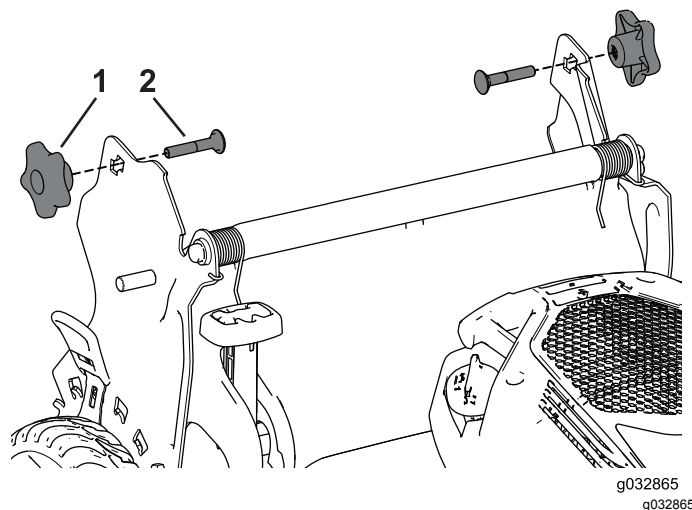

Figura 21
3. Inserte el perno de cuello cuadrado (con la cabeza del perno hacia el interior) a través del soporte del manillar y del orificio superior del extremo del manillar. Asegúrese de que los bordes cuadrados de cada perno de cuello cuadrado entre en el orificio cuadrado superior o inferior de su soporte del manillar relacionado (Figura 21).